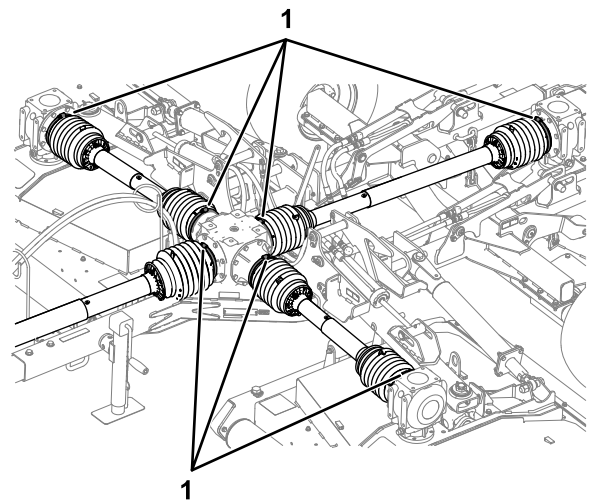

Bild 22
- Überprüfen Sie, ob die sieben Schlauchklemmen die Schutzabdeckungen der Antriebswelle fest am mittleren Getriebe und denen der Mähwerke befestigt sind (Bild 22).